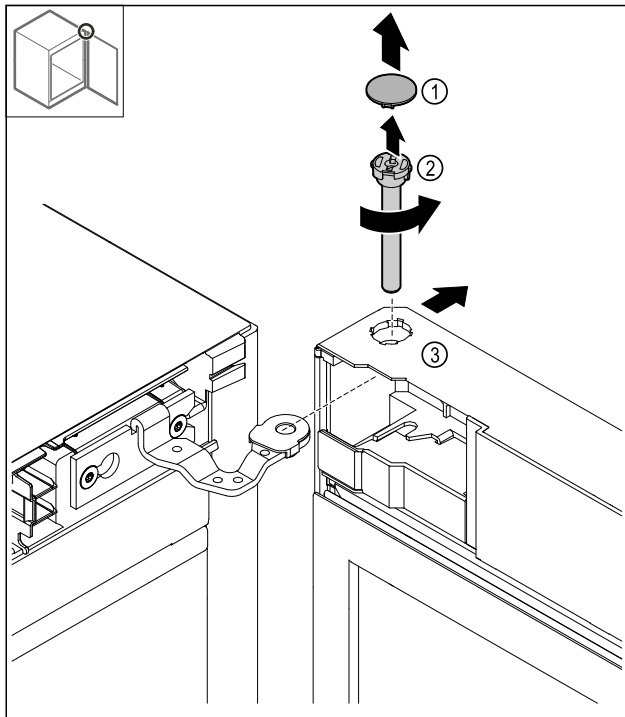

Fig. 18
- 取下盖板 Fig. 18 (1)。
- 逆时针旋转螺柱 Fig. 18 (2)并拔出。
- 稍稍倾斜冰箱门 Fig. 18 (3)。